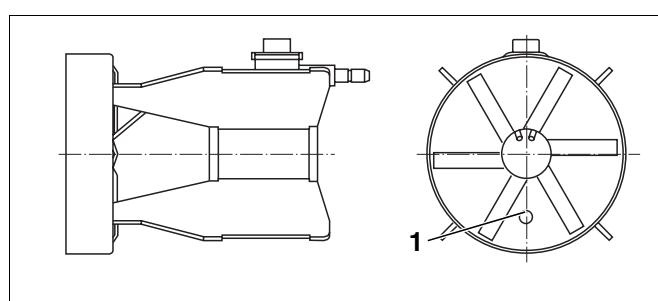

Рис. 31 Распределительный диск
- Во время монтажа распределительного диска следите за тем, чтобы отверстие (рис. 31, **поз. 1**) в нем находилось на одной оси с датчиком пламени.